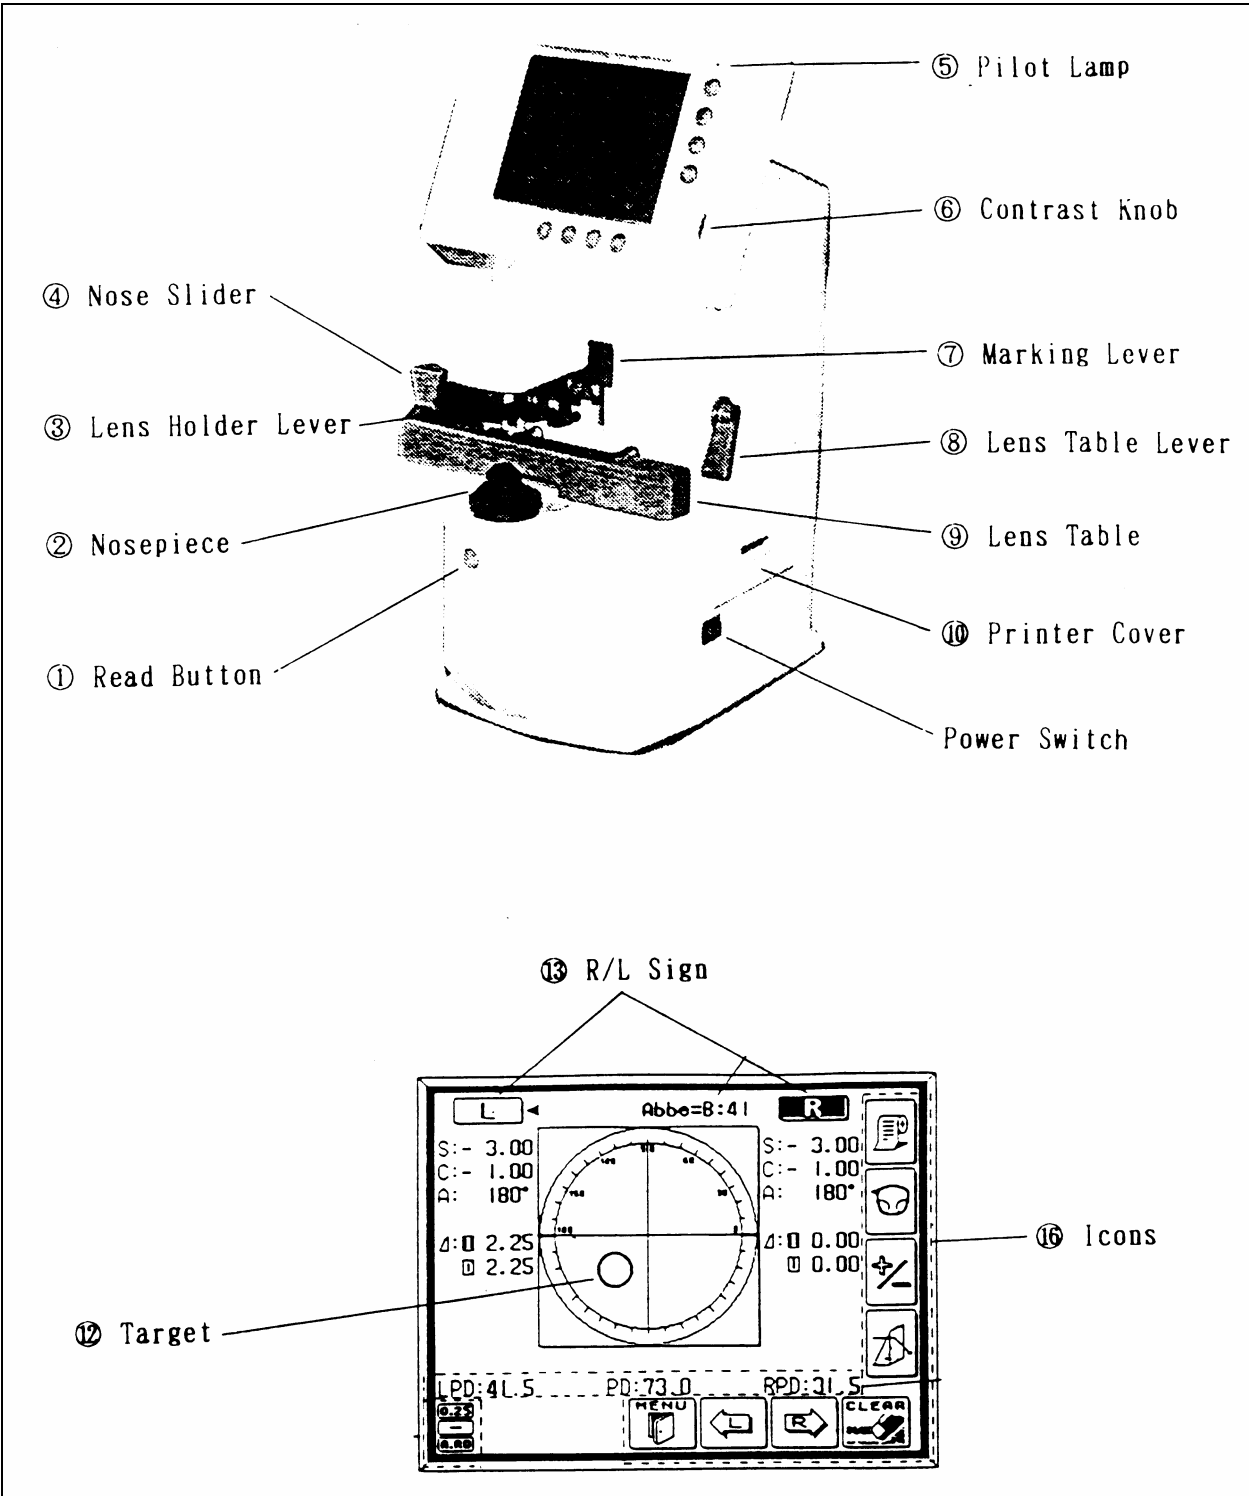

Figure 2-1. Nidek Lensmeter LM-990A
- Nidek Lensmeter LM-990A (Figure 2-1)